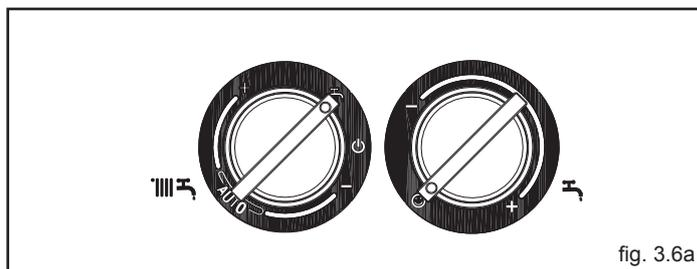

fig. 3.6a
Preriscaldamento (acqua calda più veloce): ruotando la manopola regolazione temperatura acqua sanitaria (fig. 3.6a) sul simbolo ☐ si attiva la funzione preriscaldamento, il visualizzatore (4) mostra il simbolo P fisso. Riportare la manopola di regolazione temperatura acqua sanitaria nella posizione desiderata.